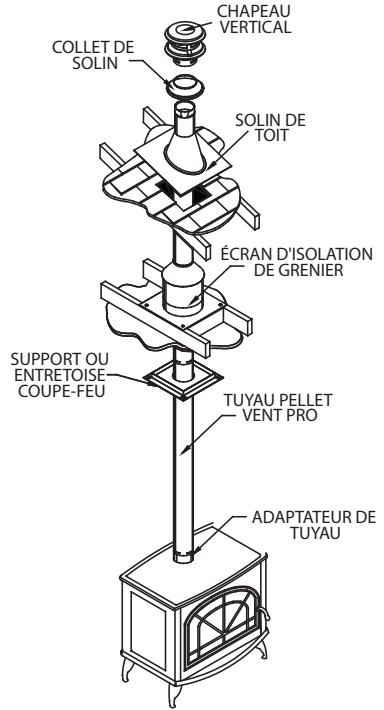

Figure 1
2. Si la sortie du conduit est au sommet du poêle (Figure 1) :